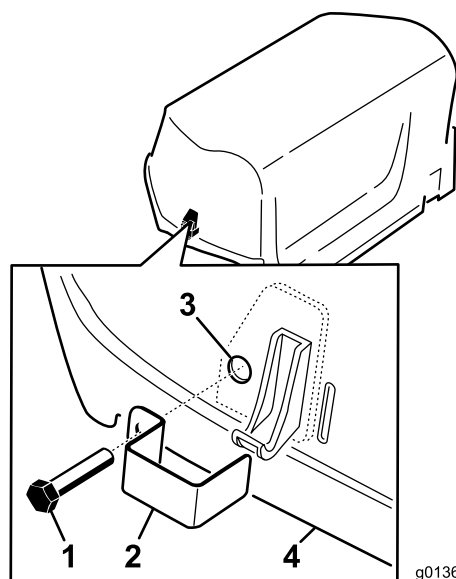

Figura 15
2. Instale un seguro de cierre sobre el cierre del capó (Figura 15) con un perno de rosca completa (2 en total).